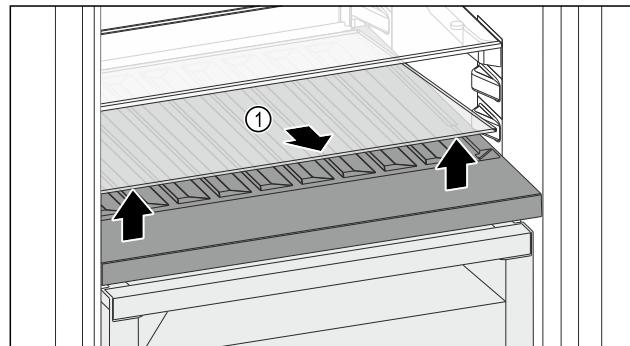

Fig. 109
- ▶ Приподнимите стеклянную пластину Fig. 109 (1) за выемку спереди и извлеките.
- ▶ Уложите стеклянную пластину Fig. 109 (1) на хранение вне устройства.